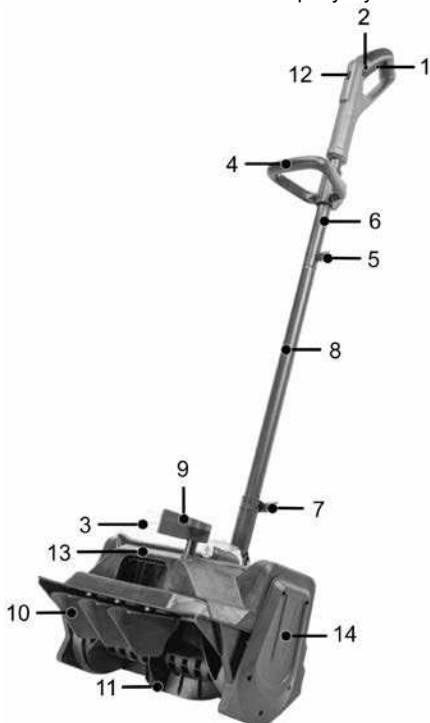

Рисунок 1
- поєднайте верхню частину штанги (6, рисунок 1) з отвором з'єднувального вузла на нижній частині штанги (8, рисунок 1) по відповідним спрямовувальним пазам (дивіться рисунок 2);
- після з'єднання частин штанги зафіксуйте їх бовтом зі смушковою гайкою (5, рисунок 1);
- поєднайте нижню частину штанги (8, рисунок 1) з отвором з'єднувального вузла на робочому блоці шнека по відповідним спрямовувальним пазам (дивіться рисунок 3);
- після під'єднання штанги зафіксуйте їх бовтом зі смушковою гайкою (7, рисунок 1);
- вставте акумуляторні батареї в батарейний відсік (3, рисунок 1) до чутного клацання (дивіться рисунок 5);
- відрегулюйте напрямок викиду важелем регулятора (9, рисунок 1), дивіться рисунок 6;
- перевірте роботу пристрою (дивіться рисунок 7), спочатку натиснувши на кнопку розблокування (2, рисунок 1), а потім на пускову клавішу (1, рисунок 1).
- Запустіть снігоприбирач відповідно до інструкції. Швидкість руху залежить від глибини та важкості снігу. Відрегулюйте швидкість обертання шнека регулятором (12, рисунок 1, шість швидкостей).